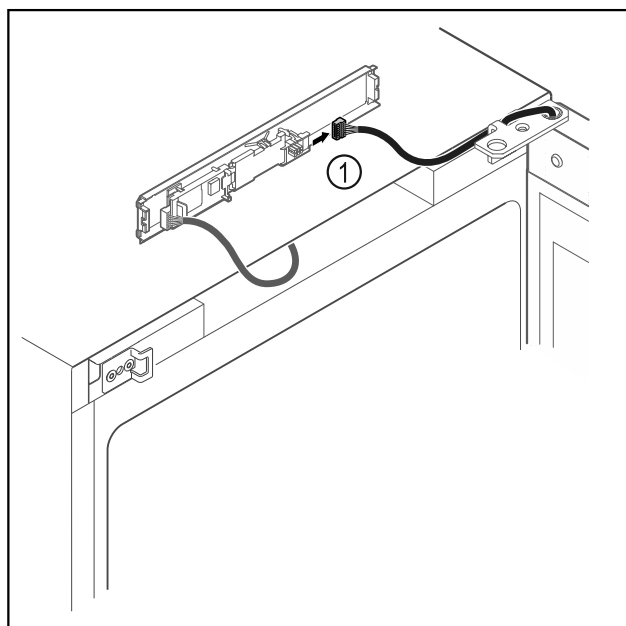

Fig. 19
- ▶ Atvienojiet spraudni Fig. 19 (1) no shēmas plates.